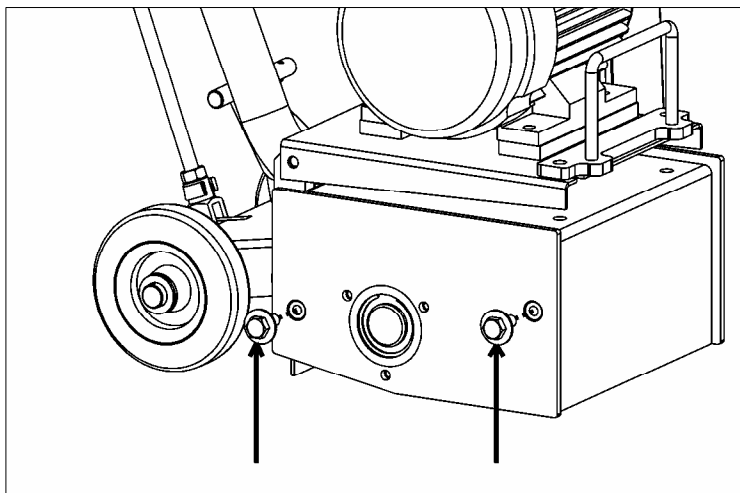

Fig. 7.1
- 1 Lösen Sie die Befestigungsschrauben der Seitenplatte vom Gehäuse und entfernen diese, indem Sie die Platte von dem Maschinengehäuse abziehen. (Fig. 7.1)